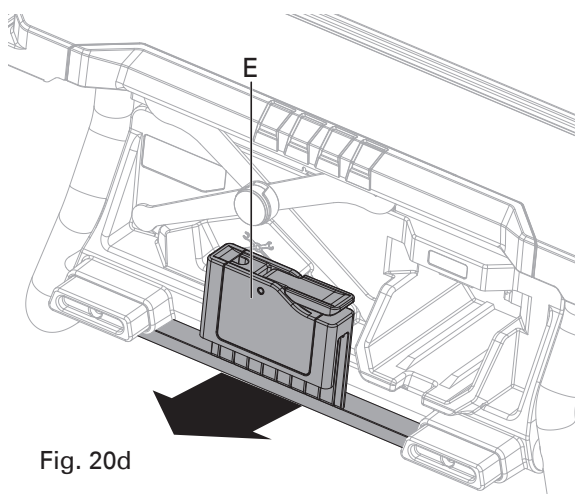

Fig. 20d
- Tire de la unidad secundaria de guía (E) para sacarla de su posición de almacenamiento (Fig. 20d).